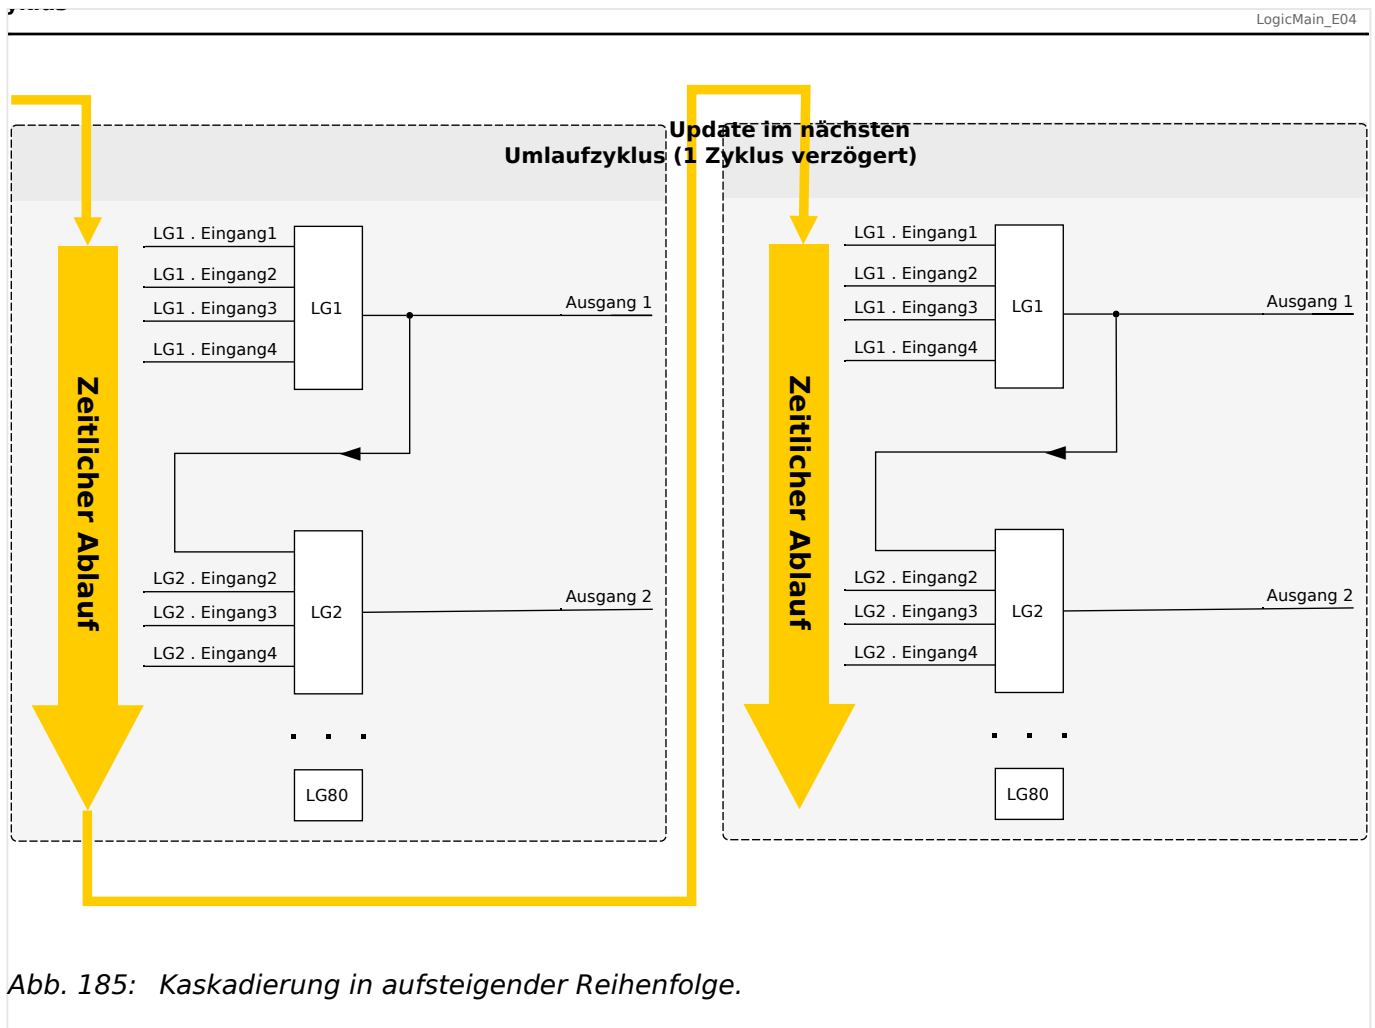
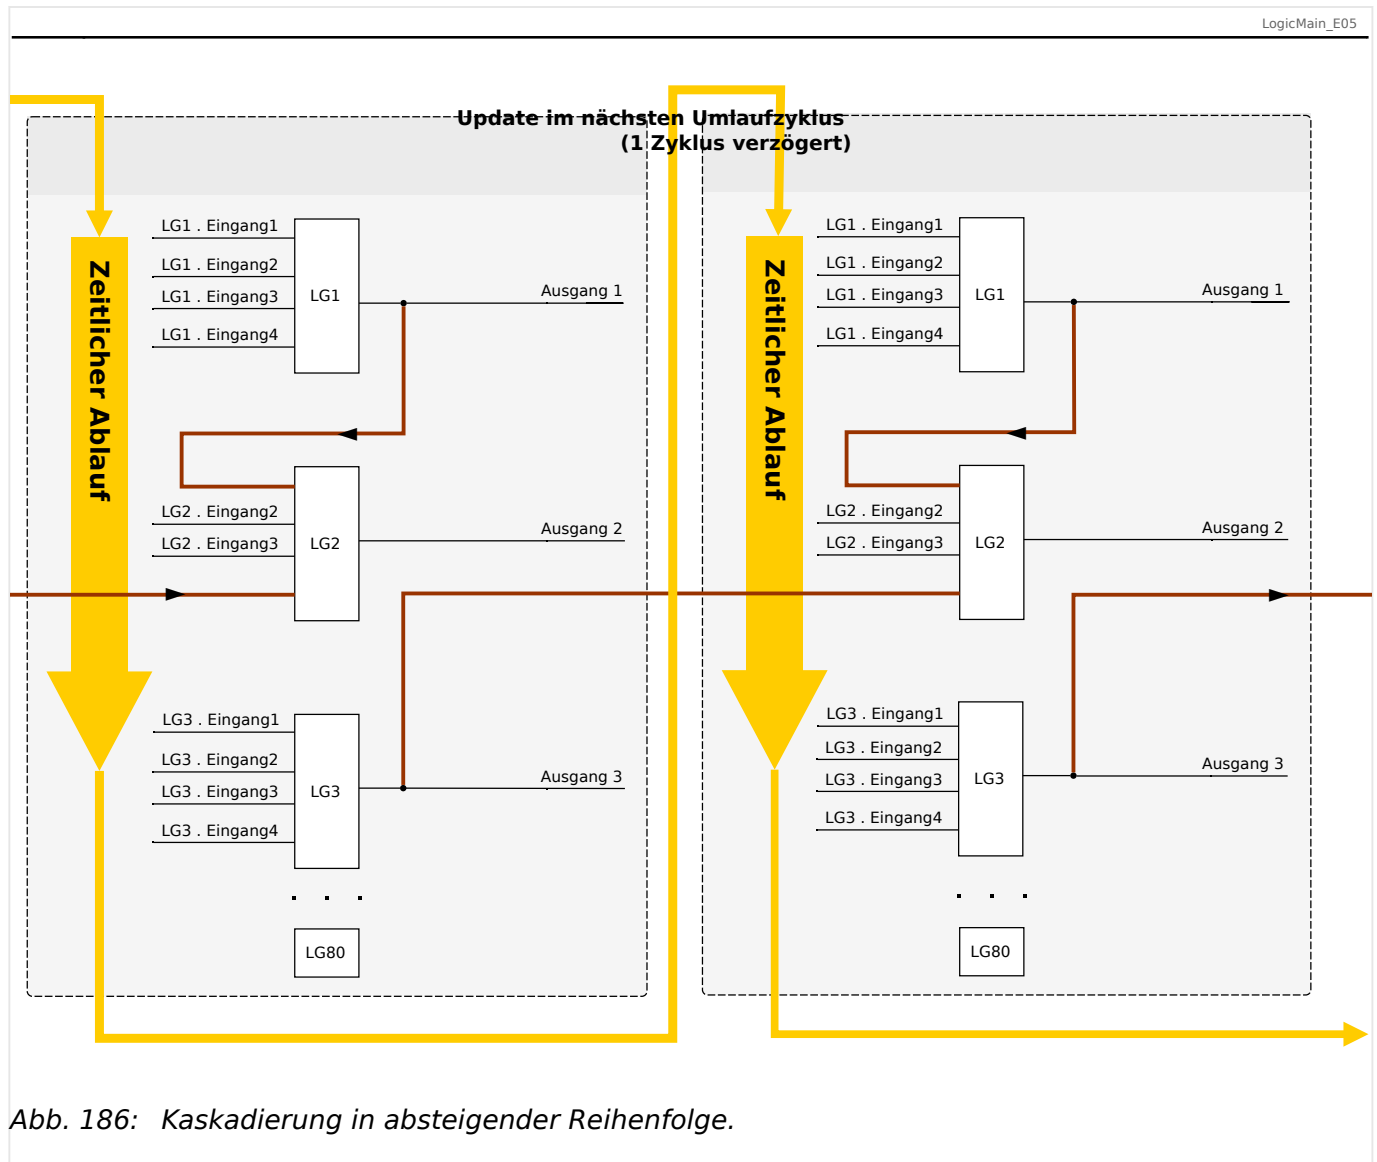

Abb. 185: Kaskadierung in aufsteigender Reihenfolge.
Abb. 186: Kaskadierung in absteigender Reihenfolge.
- Kaskadierung in **aufsteigender** Reihenfolge bedeutet, dass der Ausgang einer Logikgleichung auf den Eingang einer Logikgleichung mit **höherer** Nummer rangiert wird. Das Diagramm →Abb. 185 weiter unten zeigt ein Beispiel, bei dem der Ausgang von LG1 auf einen Eingang von LG2 rangiert wird.
- Kaskadierung in **absteigender** Reihenfolge bedeutet, dass der Ausgang einer Logikgleichung auf den Eingang einer Logikgleichung mit **niedrigerer** Nummer rangiert wird. Das Diagramm →Abb. 186 zeigt ein Beispiel, bei dem der Ausgang von LG3 auf einen Eingang von LG2 rangiert wird.
Bei der Konfiguration des Schutzgerätes bestehen keinerlei Einschränkungen oder Unterschiede zwischen aufsteigender und absteigender Reihenfolge. Da allerdings während der Laufzeit des MCDLV4 die Logikgleichungen in aufsteigender Reihenfolge ausgewertet werden, haben die resultierenden Ausgangswerte, die am Eingang der Logikgleichung anstehen, ein unterschiedliches „Alter“, wie in →Abb. 185 und →Abb. 186 veranschaulicht wird.
Das in Abb. 186 gezeigte Beispiel zeigt eine Konfiguration von „Logikgleichung 2“, die den Ausgang von zwei weiteren Logikgleichungen, „Logikgleichung 1“ und „Logikgleichung 3“, als Eingangszustände verwendet. Hierbei ist der Ausgang von „Logikgleichung 1“ in aufsteigender Reihenfolge verwendet, sodass der Wert in jeweils demselben Prozesszyklus ermittelt wird. Der Ausgang von „Logikgleichung 3“ wird in absteigender Reihenfolge verwendet, sodass der Wert in dem jeweils vorherigen Prozesszyklus ermittelt wurde.